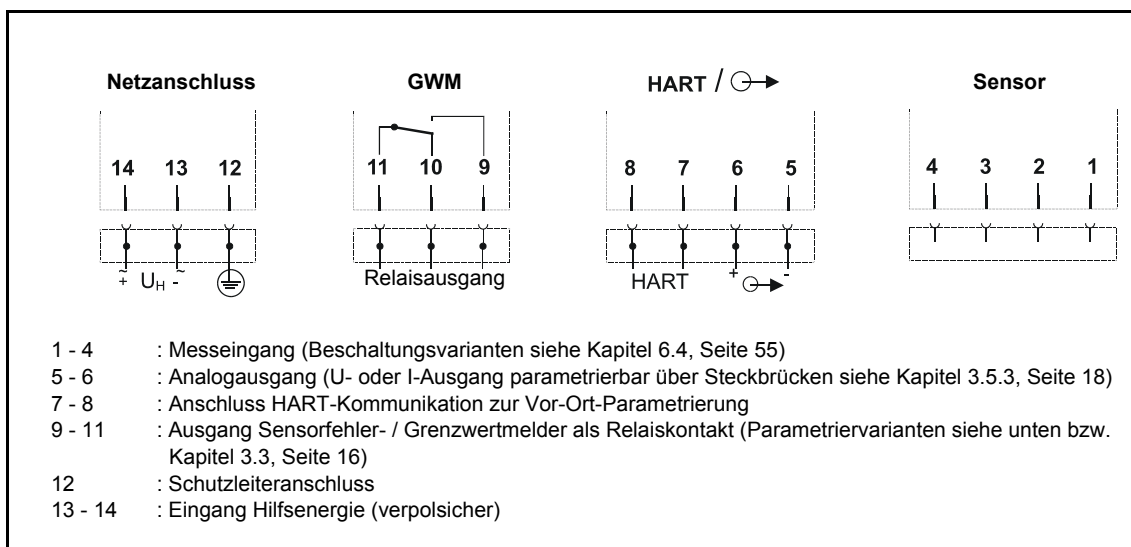

Bild 19 Anschlussplan Eingang, Ausgänge, Hilfsenergie
- Die Anschlussbelegung für Eingang, Ausgänge und Hilfsenergie ist in Bild 19, Seite 53 dargestellt. Die verschiedenen Varianten für die Eingangsbeschaltung des Sensors sind Kapitel 6.4, Seite 55 zu entnehmen.